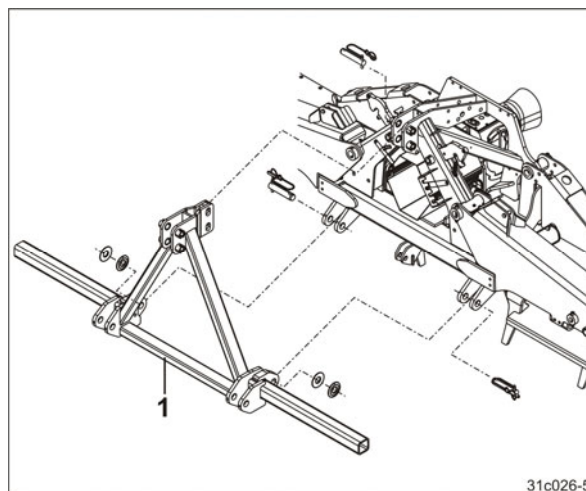

図 71
5. 3点式延長フレーム（オプション、図 71/1）をクレーンで吊り下げ、ロータリーカルチベータに取り付けます。